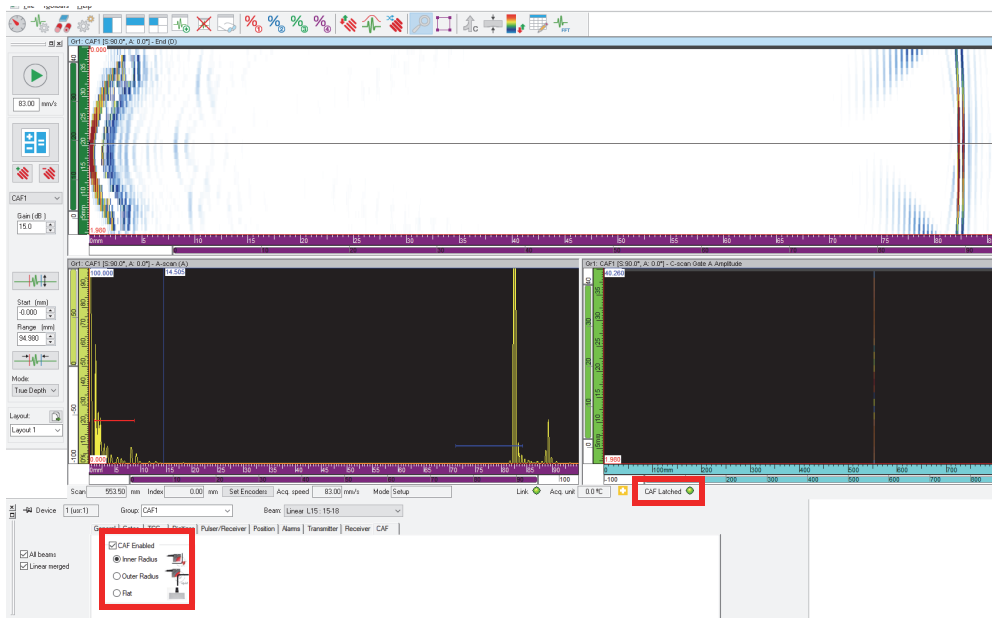

Figura 4-60 Selección y activación del tipo CAF
- En la pestaña CAF (en **Ajustes UT**), seleccione la casilla de verificación **CAF Enabled** (CAF habilitada); después, seleccione el tipo de superficie (ver Figura 4-60 en la página 165).